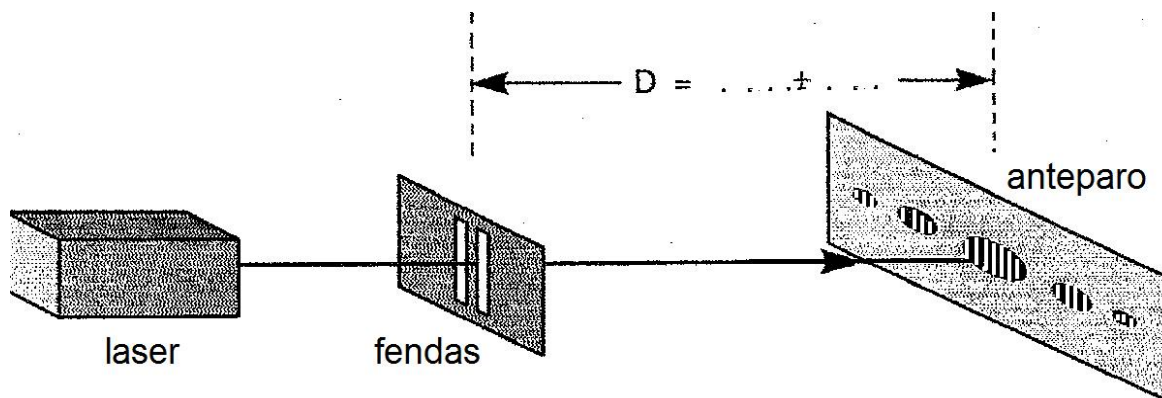

Fig. 5 – Arranjo experimental para medidas de difração da luz por fenda dupla.
4.2 Veja na Fig. 5 o esquema da montagem experimental. Para encontrar as distâncias entre os máximos de interferência, vamos medir primeiramente as posições dos mínimos de difração (h) e dividir as distâncias pelo número de máximos de interferência nesse intervalo.